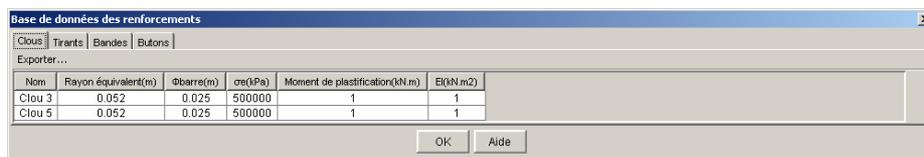

Figure 73 : base de données des renforcements
- par l'option "Base de données de renforcements" du menu "Options" : cette option active directement l'assistant dans une fenêtre indépendante (Figure 73), et permet de visualiser (uniquement) les jeux de caractéristiques existant dans la base de données globale.